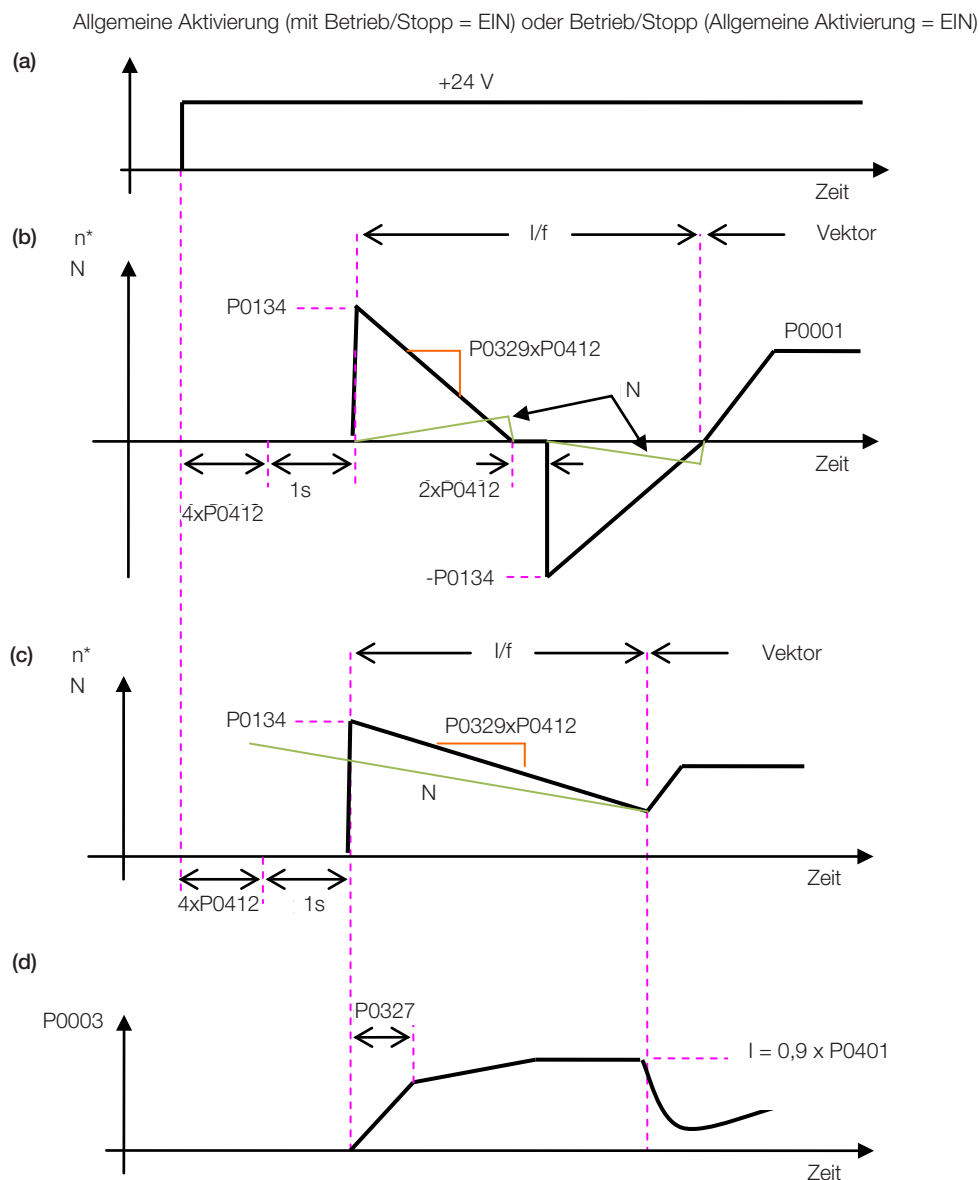

Abbildung 14.3: (a) bis (d) Auswirkung von P0327 und P0329 während des fliegenden Starts ($P0202 = 4$)
Das Verhalten der Fliegender-Start-Funktion (FS) im sensorlosen Modus beim Beschleunigen und Wiederbeschleunigen ist aus Abbildung 14.3 auf Seite 14-8 ersichtlich.
Abbildung 14.3 auf Seite 14-8 zeigt das Verhalten des Drehzahlsollwerts, wenn die FS-Funktion bei gestoppter Motorwelle und einem kleinen Wert von P0329 gestartet wird (nicht optimiert).
Abbildung 14.3 auf Seite 14-8 zeigt den Drehzahlsollwert, wenn die FS-Funktion mit bereits in die gewünschte Richtung laufender Motorwelle oder mit angehaltener Welle und bereits optimiertem Parameter P0329 initiiert wird.